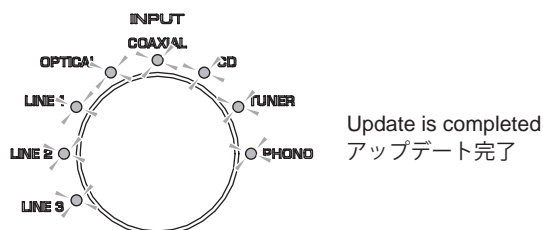

Fig. 4
3. After the firmware has been updated, all "INPUT" indicators light up. (Fig. 4)
3. ファームウェアのアップデート完了後、"INPUT" インジケータがすべて点灯します。(Fig. 4)